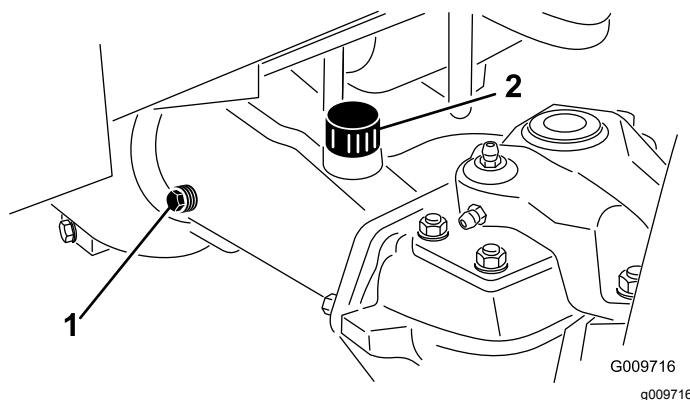

Figura 46
2. Togliete il tappo di controllo da un'estremità del ponte (Figura 46) e verificate che il lubrificante raggiunga la base del foro. Se il livello è basso, togliete il tappo di riempimento (Figura 46) e rabboccate con lubrificante finché non raggiunge la base del foro del tappo di controllo.